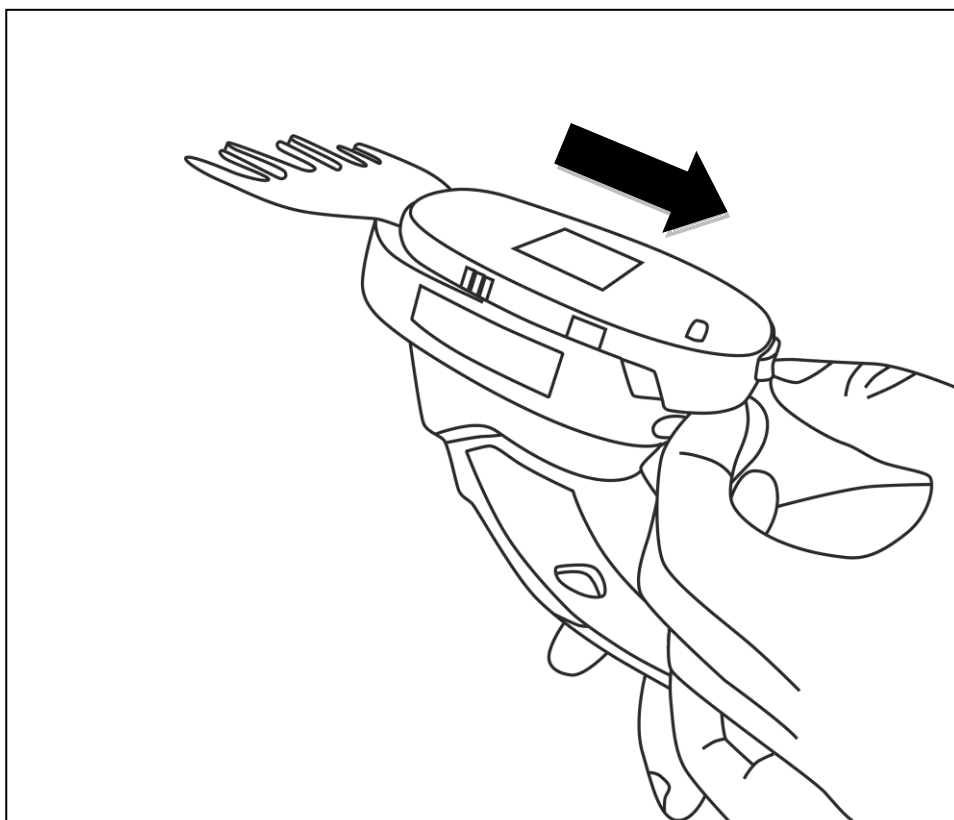

Рис. 2. Снятие крышки с триммера-кустореза.
6.1.1. Установите / замените лезвие. Для установки / замены лезвий вам потребуется сдвинуть крышку, как показано на рисунке Рис. 2.